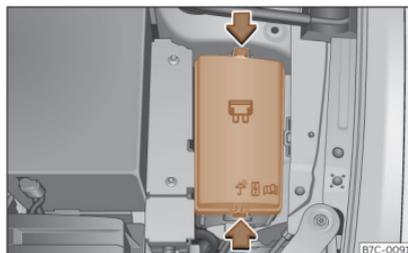

Fig. 47 Dans le compartiment-moteur : cache du boîtier de fusibles.
- Appuyez sur les languettes de verrouillage pour déverrouiller le cache de la boîte à fusibles >>> **fig. 47**.